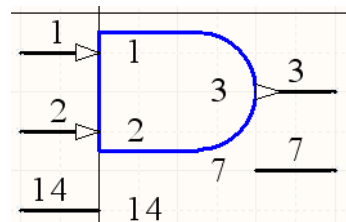

图4-34 部件A显示出隐藏的电
- (1) 为元件添加VCC (Pin14) 和GND (Pin7) 引脚，将其Part Number属性设置为0, Electrical Type设置为Power, Hide状态设置为hidden, Connect to分别设置为VCC和GND。
- (2) 从菜单栏中执行View→Show Hidden Pins命令以显示隐藏目标，则能看到完整的元件部件如图4-34所示，注意检查电源引脚是否在每一个部件中都有。